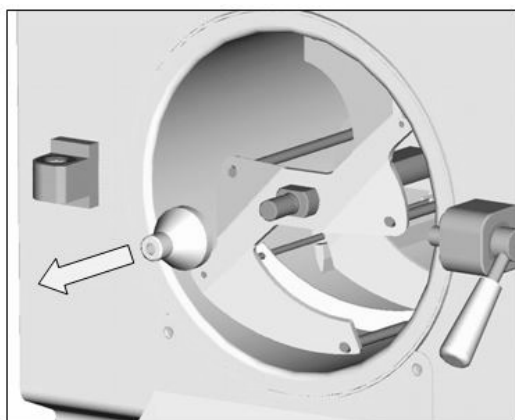
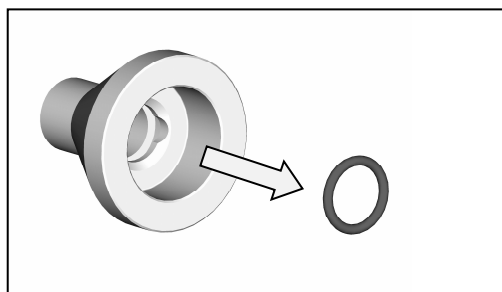

Fig.10
Fig.11
- Rimuovere la boccia di centraggio (Fig.10). Rimuovere la guarnizione OR in essa contenuta (Fig.11).